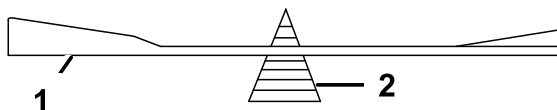

Figure 59
2. Vérifiez l'équilibre de la lame en la plaçant sur un équilibreur (Figure 59).